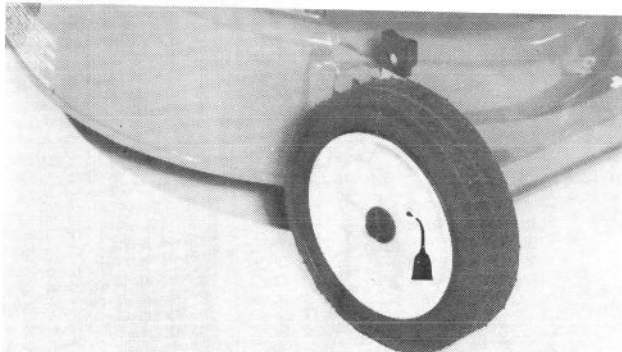

Figure 28
1. Après toutes les 25 heures d'utilisation ou à la fin de la saison de tonte, appliquez 2 ou 3 gouttes d'huile légère sur l'intérieur de tous les boulons de roues (Fig. 28). Faites tourner la roue pour distribuer l'huile dans les coussinets de la roue. Essuyez tout excès d'huile.